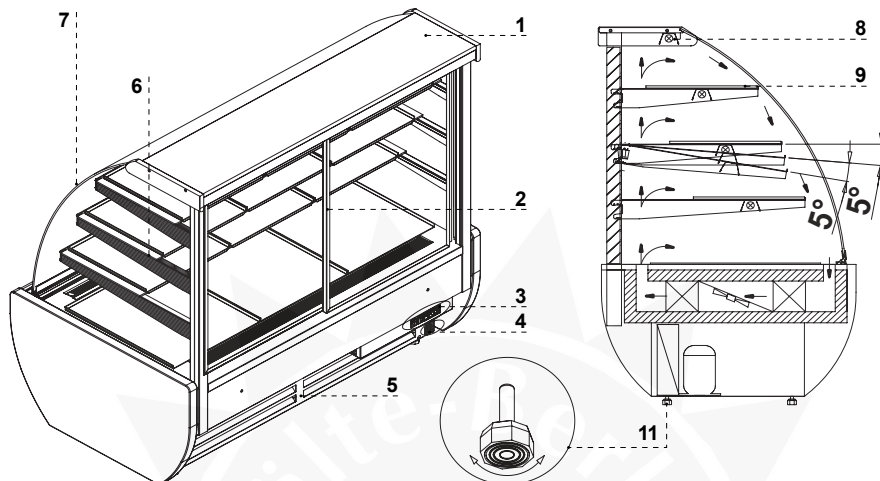

Abb.1 Bau der Anlage „Jamajka“
- Die Anlage auf einer ebenen und ausföhrlich fester Grundlage stellen, dann mit den Beinen justieren Abb.1/11 (S.24)